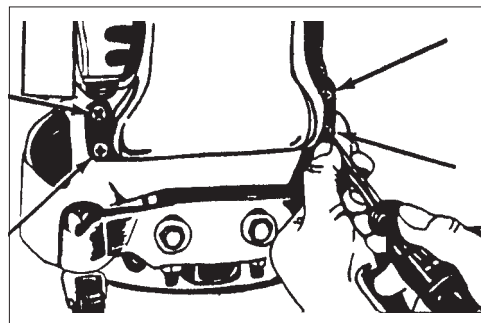

Рисунок 7
1. Выньте четыре винта, которыми труба прикрепена к корпусу. Смотрите рис. 7.